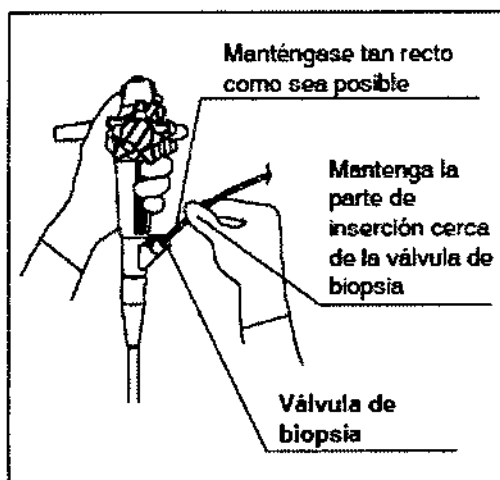

Figura 3.3
1. Introduzca el instrumento cuidadosamente en la válvula de biopsia o en el grifo de 3 pasos. (Véase Figura 3.3)
(Véase Figura 3.3)